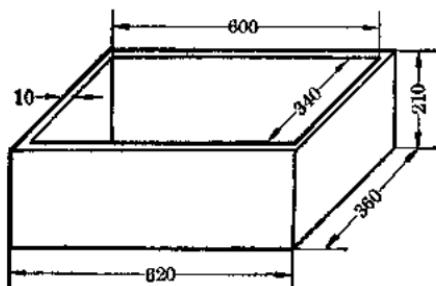

图 1
1. 按材料表所列，锯出木板五块，木条四条，然后把前后左右四块木板用元钉沿边钉牢，便成容积为 $200 \times 340 \times 600$ (毫米)³ 的木箱框子，再钉上底板，即成如图 1 所示无盖木箱。